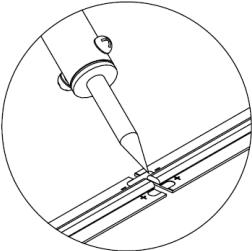

Рисунок 4.
- 5.4. Если необходимо соединить два отрезка ленты, следует совместить их и припаять перемычками соответствующие контактные площадки (необходимо соблюдать полярность «+» и «-») (см. Рисунок 4). При этом запрещается перегревать саму ленту и светодиоды (пайка паяльником при температуре не более 260°C, время пайки не должно превышать 10 секунд).